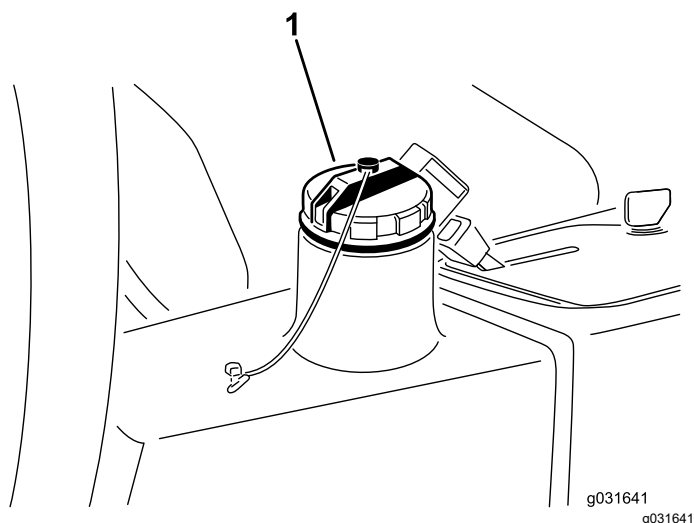

Рисунок 67
4. Залейте в бак (Рисунок 67) приблизительно 13,2 литра гидравлической жидкости; см. разделы Характеристики гидравлической жидкости \(страница 62\) и Проверка уровня гидравлической жидкости \(страница 63\).